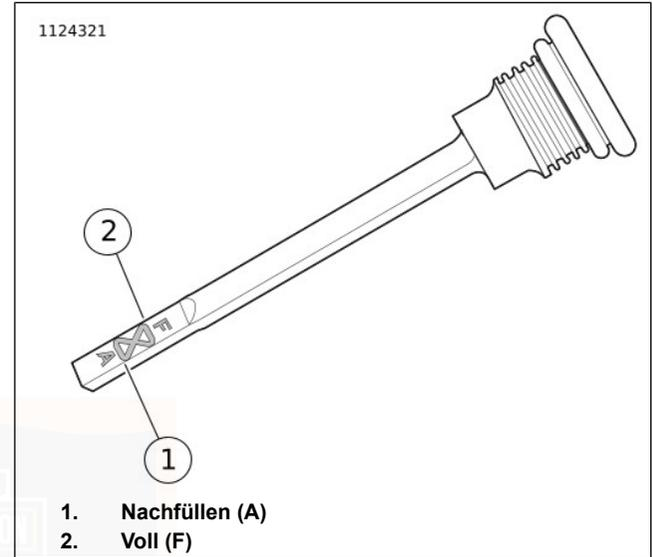

Abbildung 58. Getriebebeschmiermittelstand
5. Siehe Abbildung 58. Einfüllverschlussstopfen/Ölmessstab entfernen. Den Schmiermittelstand auf dem Ölmessstab prüfen. Der richtige Ölstand liegt zwischen den Markierungen Add (A) (1) und Full (F) (2).
6. Den Schmiermittelstand prüfen. Ausreichend Schmiermittel zugeben, bis der Füllstand zwischen den Markierungen A (Hinzufügen) und F (Voll) liegt. Siehe Abbildung 58.